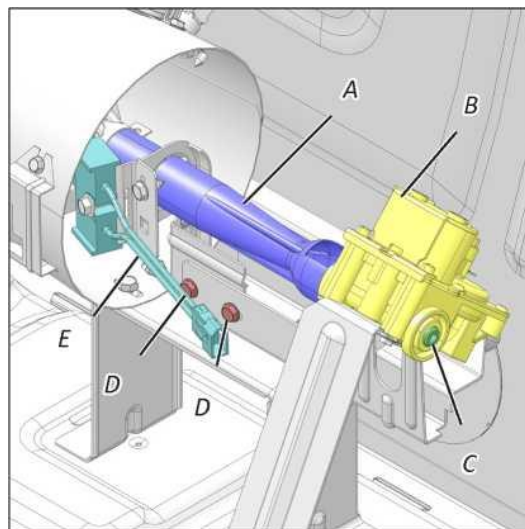

Figura 1 - Válvula de gas en el lado derecho
- 1 Retire los dos (2) tornillos que fijan el tubo del quemador a la base del mismo. Consulte la figura 1 y la figura 2 a continuación.